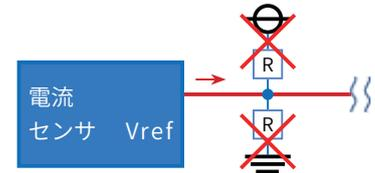

図5. Vref端子の処理(その3)
(2) 出力機能としてご使用いただく場合
① 図5に示す様にVref端子のプルアップ、プルダウン処理は行わないでください。プルアップした場合は電源側に、プルダウンした場合はGND側に基準電圧値が変動します。これは、Vref端子をオープンでご使用になる場合も同様です。